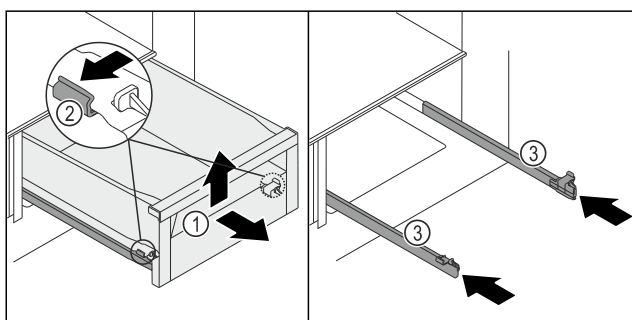

Fig. 210
- ▶ Izvelciet atvilktni *Fig. 210 (1)* līdz atturim.
- ▶ Vienlaikus uz ārpusi viegli piespiediet spaiļes *Fig. 210 (2)* kreisajā un labajā pusē.
- ▶ Atvilktnē *Fig. 210 (1)* atdalās no sliedēm.
- ▶ Paceliet atvilktnes *Fig. 210 (1)* priekšpusi uz augšu.
- ▶ Izņemiet atvilktni *Fig. 210 (1)* virzienā uz priekšu.
- ▶ Iebīdiet slides *Fig. 210 (3)*.